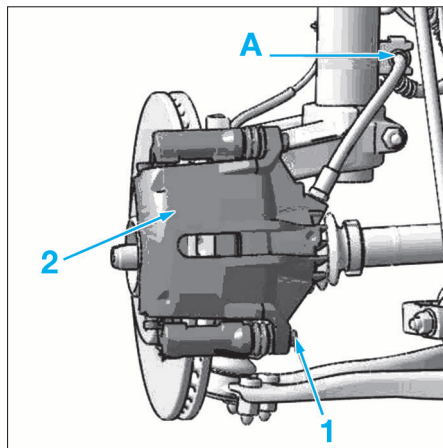

FIG.1
- Dégrafer le flexible de frein en "A" (Fig.1).